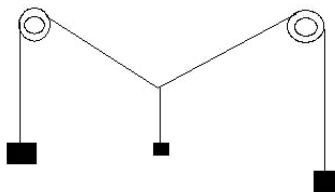

Figura 2: esquema da montagem experimental
- 8.1 Monte um arranjo experimental como indicado na figura 2.